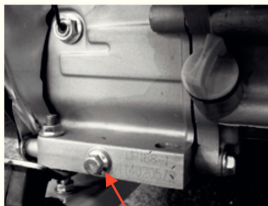

Рис. 9
3. Выкрутите сливной болт (рис. 9, 10);